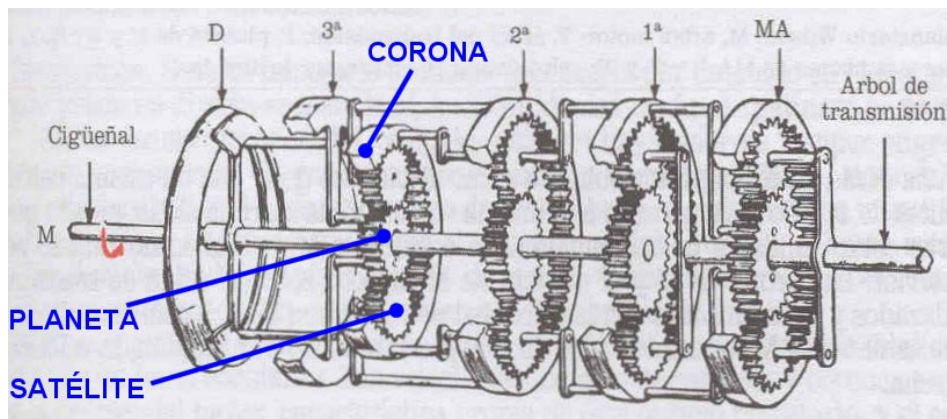

Figura 44. Trenes epicicloidales de un cambio de 4 velocidades más marcha atrás
Este mecanismo está formado por (Figura 44):
- Satélites. Son los engranajes dispuestos alrededor del planetario. En la Figura 44 se muestran dos para mayor claridad, pero en la práctica se utilizan tres para cada corona.